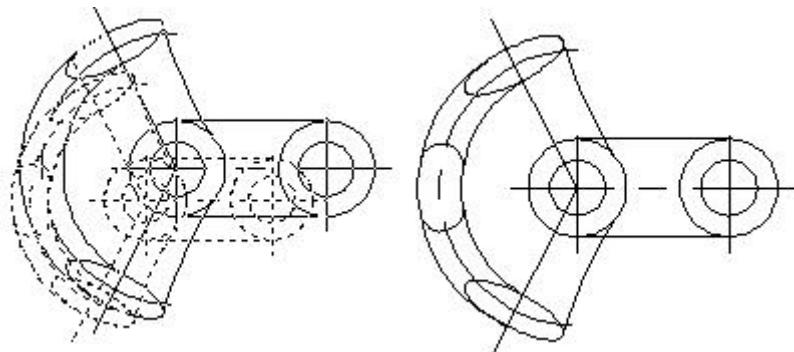

图 6-14 缩放示意图
在 AutoCAD 2007 中，可以使用“缩放”命令按比例增大或缩小对象。选择“修改” | “缩放” 命令 (SCALE)，或在“修改”工具栏中单击“缩放”按钮 ，可以将对象按指定的比例因子相对于基点进行尺寸缩放。如图 6-14，先选择对象，然后指定基点，命令行将显示“指定比例因子或 [复制 (C) / 参照 (R)] <1.0000>：”提示信息。如果直接指定缩放的比例因子，对象将根据该比例因子相对于基点缩放，当比例因子大于 0 而小于 1 时缩小对象，当比例因子大于 1 时放大对象；如果选择“参照 (R)”选项，对象将按参照的方式缩放，需要依次输入参照长度的值和新的长度值，AutoCAD 根据参照长度与新长度的值自动计算比例因子(比例因子=新长度值/参照长度值)，然后进行缩放。